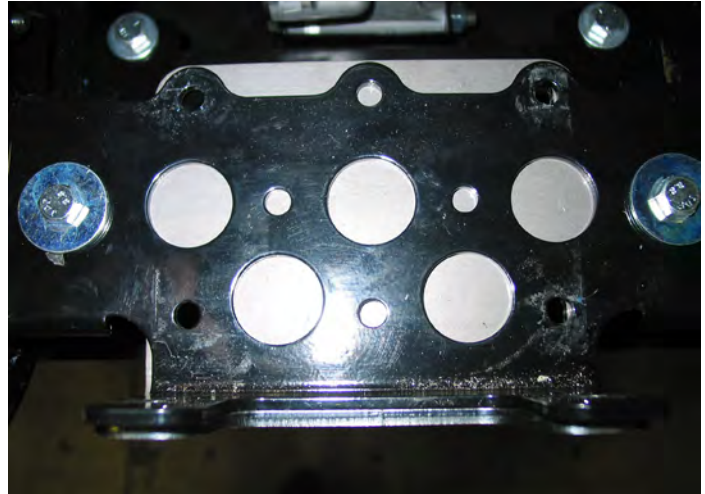

Figure 6
- Localisez les deux boulons M8 et les quatre rondelles de protection 5/16, et placez-en deux sur chaque boulon. Introduisez les boulons à partir des trous du haut de la plaque de montage d'origine et à travers le support, comme le montre la figure 6. Utilisez deux des rondelles plates 3/8 et deux des écrous de blocage M8, mais ne serrez pas à fond. Vous devez d'abord aligner le reste des trous.